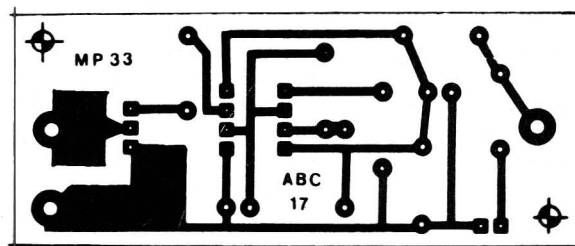

Fig.3
- **FIG. 3 - LAY OUT DO CIRCUITO IMPRESSO ESPECÍFICO** - Conforme dá pra ver da figura, o arranjo de pistas e ilhas é simples, “descongestionado”, fácil de reproduzir e confeccionar. Como o desenho está em escala 1:1 (tamanho natural), bastará transferir-lo diretamente sobre a face cobreada do fenolite virgem, com carbono, efetuando depois a traçagem (com tinta ou decalques ácido-resistentes...), corrosão, limpeza e furação, pelos métodos já várias vezes descritos nas “Aulas” anteriores do ABC... Como sempre, recomendamos uma rigorosa conferência final do traçado, na busca de lapsos, “curos”, etc., que devem ser corrigidos **antes** de